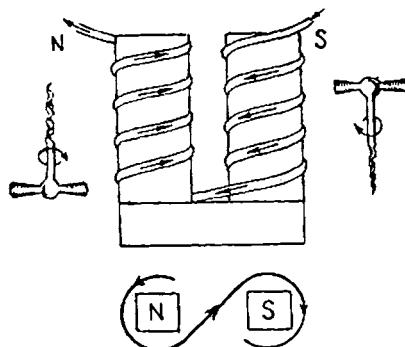

Fig. 98. — Sensul bobinării sărmăii unui electromagnet
54. Cum este construit un electromagnet. Electromagneții se fac cu mijez de fier moale și deseori în formă de potcoavă. La acestea observăm că bobinările au sensuri diferite, aşa cum se arată în fig. 98.